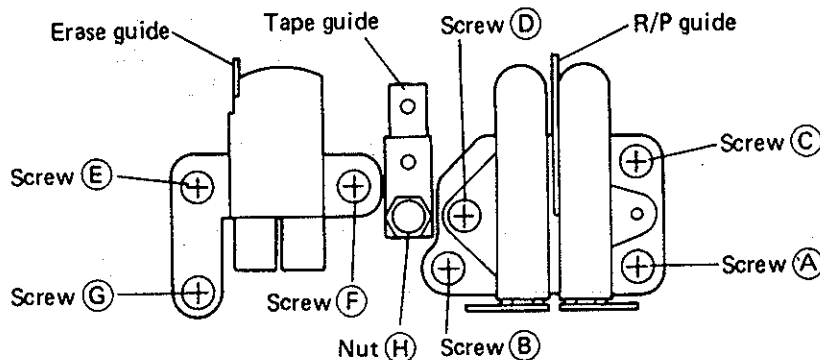

Fig. 2-2
After replacement of the rec/repro head as well as the erase head, gently tighten up screws A through G shown in Fig. 2-2, then loosen each of them by a 1.5 turn before attempting adjustments. Also, the following are required :
注意 : 録・再ヘッド及び消去ヘッドを交換したときにはFig. 2-2のネジ (A) ~ (G) を軽く締め切って、その位置からそれぞれのネジを1.5回転緩めた状態で調整を始めること。又、この調整を行うには次の治具が必要です。